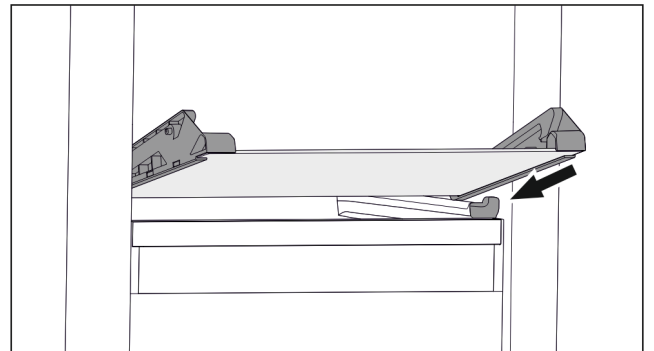

Fig. 108 Glasplatte des abklippbaren Schubfachs
- Glasplatte schräg hinter den Stoppern aufsetzen. (siehe Fig. 108)